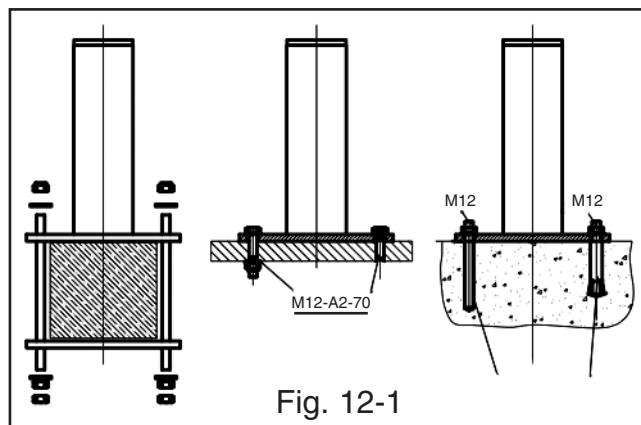

Fig. 12-1
- Esempi di fissaggio dei paletti HL701 sono indicati nella fig. 12-1